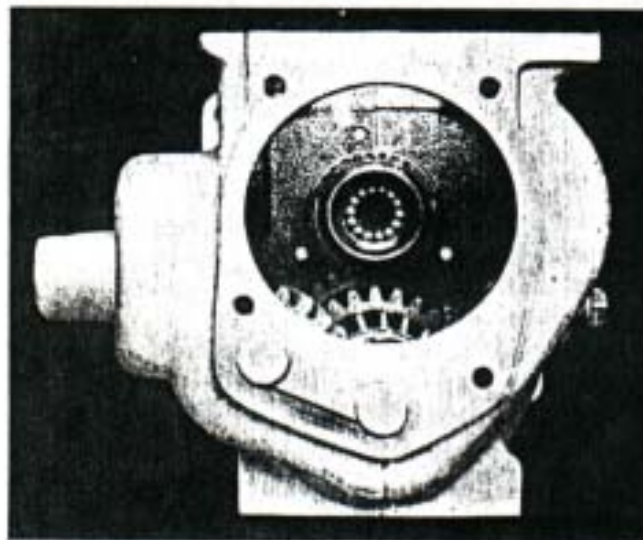

Fig. 108. — Detalle del cojinete guía, previo al montaje del eje principal.
- 11°) En el engranaje de mando, montar los 14 rodillos que forman el cojinete guía del eje principal. Untar el alojamiento correspondiente con grasa para cojinetes, a efectos de favorecer la instalación de aquéllos (Fig. 108).